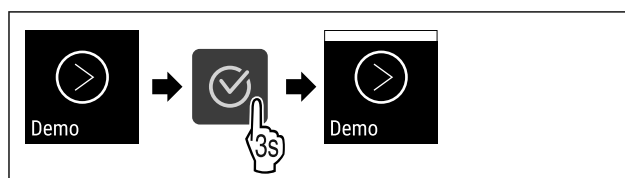

Fig. 48
- ▶ Wykonać czynności (patrz Fig. 48).